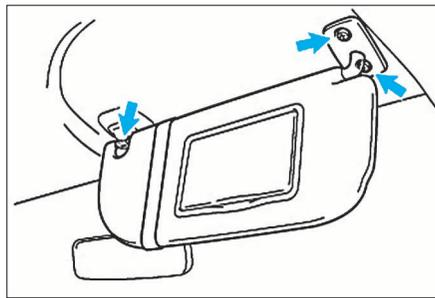

FIG. 122
- De chaque côté, déposer les pare-soleil comme illustré (Fig.122).